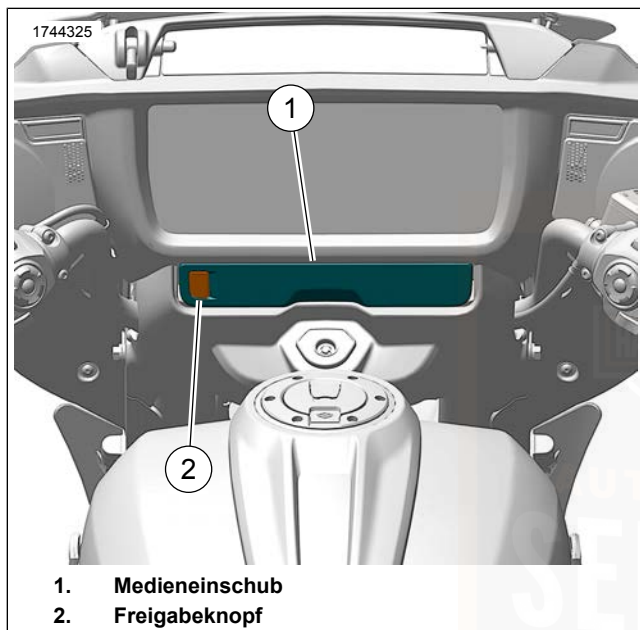

Abbildung 59. Medienfach
Siehe Abbildung 59. Das Medienfach ist ein Behältnis in der Instrumententafel, das genutzt werden kann, um ein Mediengerät anzuschließen oder kleine Artikel zu verstauen.
Öffnen Siehe Abbildung 59 . Die Entriegelungstaste (2) drücken, um das Medienfach (1) zu öffnen.